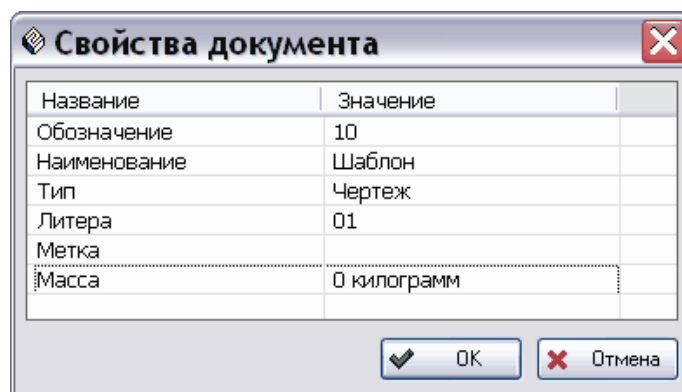

Рис. 65
1. В окне SW в меню **Файл** выберите команду **Сохранить** или **Сохранить как...** или **Сохранить все**. При сохранении выводится окно свойств нового документа (Рис. 65).
2. В окне **Свойства документа** введите значения свойств, показанные на Рис. 65. О вводе значений свойств документа смотрите в разделе 8.2. «Свойства документа».